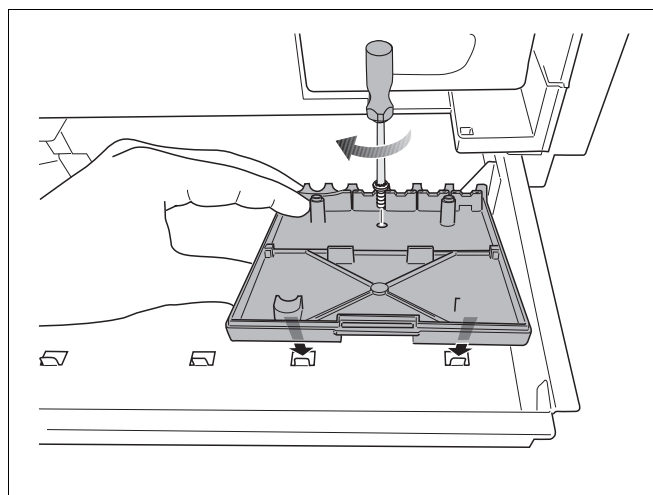

Рис. 45 Установка настенного кронштейна
- Установить настенный кронштейн (принадлежность для функционального модуля) в желаемом гнезде выдвижного ящика (рис. 45).